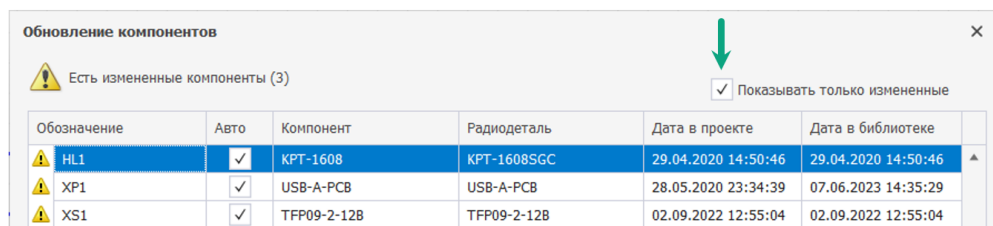

Рис. 95 Вызов фильтрации только измененных компонентов проекта
- Выбрать компоненты, которые необходимо обновить, установив флаг в поле рядом с наименованием компонента (по умолчанию система автоматически отмечает флагом все компоненты в проекте, для которых возможно выполнить процедуру автообновления), Рис. 95. В окне доступно отфильтровать для представления только те компоненты, которые возможно обновить, для этого установите флаг в поле «Показывать только измененные».